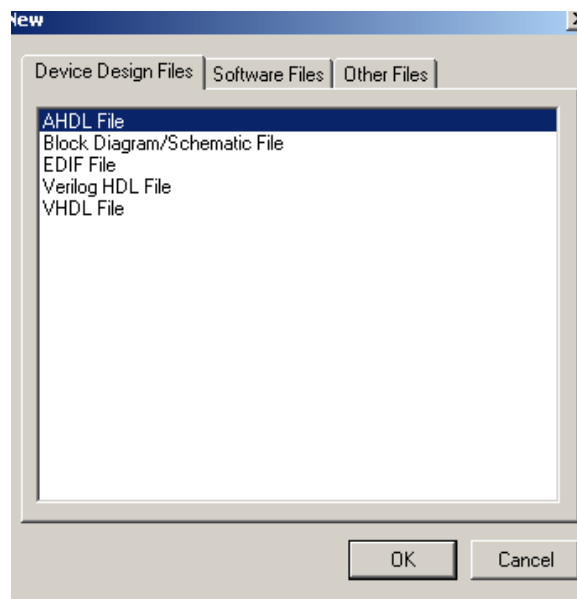

Figura 5.1 Janela da opção NEW do menu FILE.
1. Escolher “**New**” no menu File. A caixa de diálogo “**New**” aparece . como mostra a Figura 5.1.